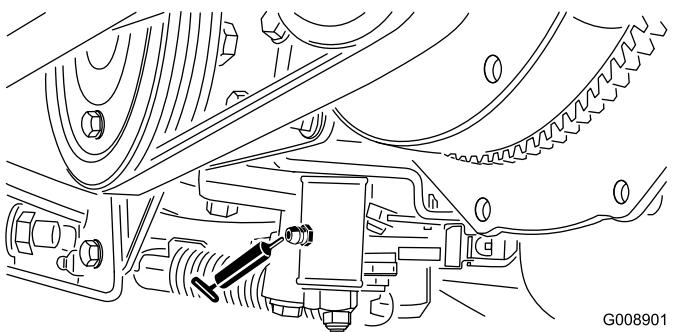

Figura 41
- Mecanismo de ajuste neutro (Figura 41)